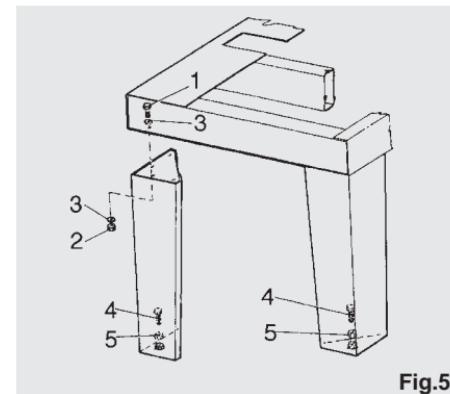

Fig.5
Emplear un nivel de aire y poner en plano la máquina actuando sobre los tornillos (4). Apretar después las varias contratuerca (5) fig. 5. Con el objeto de garantizar la máxima seguridad y eficiencia de la máquina, el piso en el cual se instala debe ser de cemento bien nivelado. En caso de que el piso no fuera en las condiciones sobremencionadas, será necesario preparar una losa de cemento.